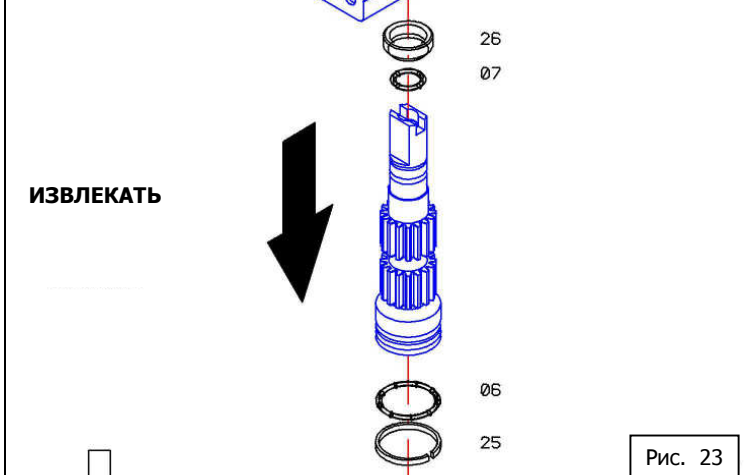

Рис. 23
**4** - Вынуть из корпуса приводной стержень, сняв верхний уплотнитель стержня (дет. 26), кольцо О-ринг (детали 06 и 07), нижний уплотнитель стержня (дет. 25), см. Рис. 23.